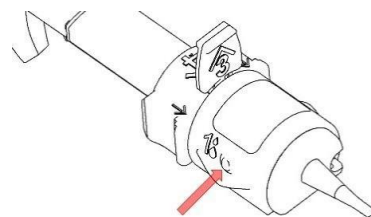

Fig. 1.
3. Introduzca completamente la cánula (23-27G) de una jeringa llena de material viscoelástico en la pequeña abertura indicada con '1' (Fig. 1), manteniendo una ligera presión **sobre** la punta de la cánula. **Se inyecta la solución viscoelástica a través de la abertura. La cantidad inyectada de viscoelástico, es suficiente tan pronto como la óptica de la LIO, esté cubierta por la solución viscoelástica.**